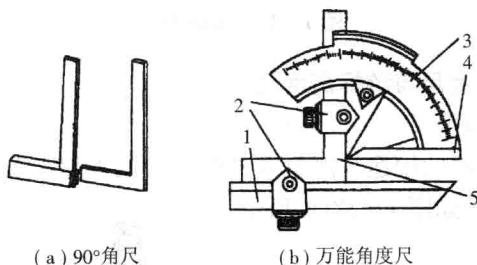

图 1-10 角尺
(1) 角尺
①90°角尺。90°角尺是一种固定 90°的垂直角尺,用于画垂直线、检验工件的垂直角度等。如图 1-10(a)所示。
②万能角度尺。万能角度尺能测量零件的任何角度,以及辅助划针划出任何角度。如图 1-10(b)所示。
(2) 游标卡尺